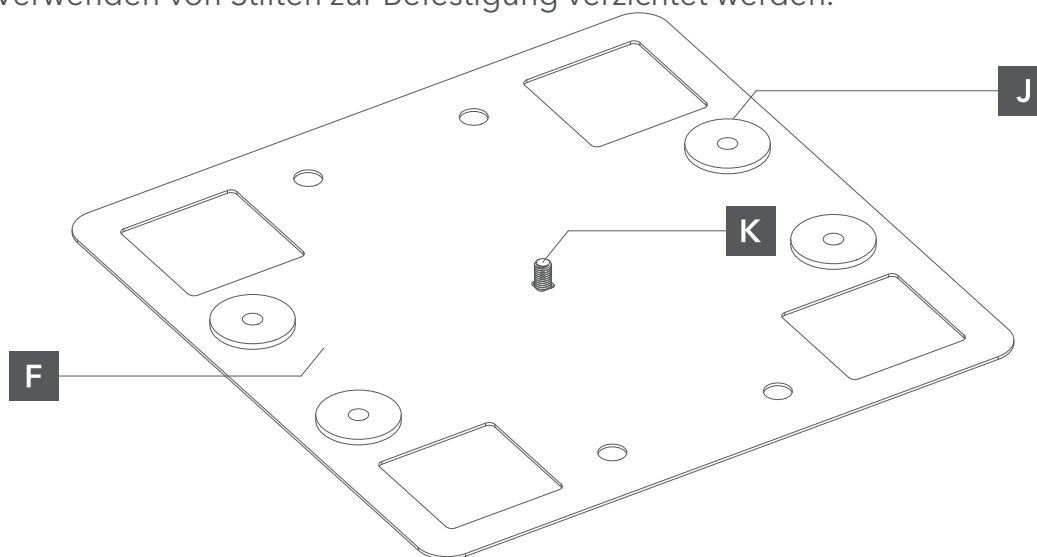

Abb. 3: Befestigungselemente auf einem mit Membran bedeckten Dach.
- 2 Die Schrauben in den Befestigungselementen anbringen und die Platte an der vorgesehenen Stelle auf der Membran befestigen. Die Haken sollten durch die Montagelöcher am Dach befestigt werden (Abb. 3). In einigen Fällen kann auf das Verwenden von Stiften zur Befestigung verzichtet werden.